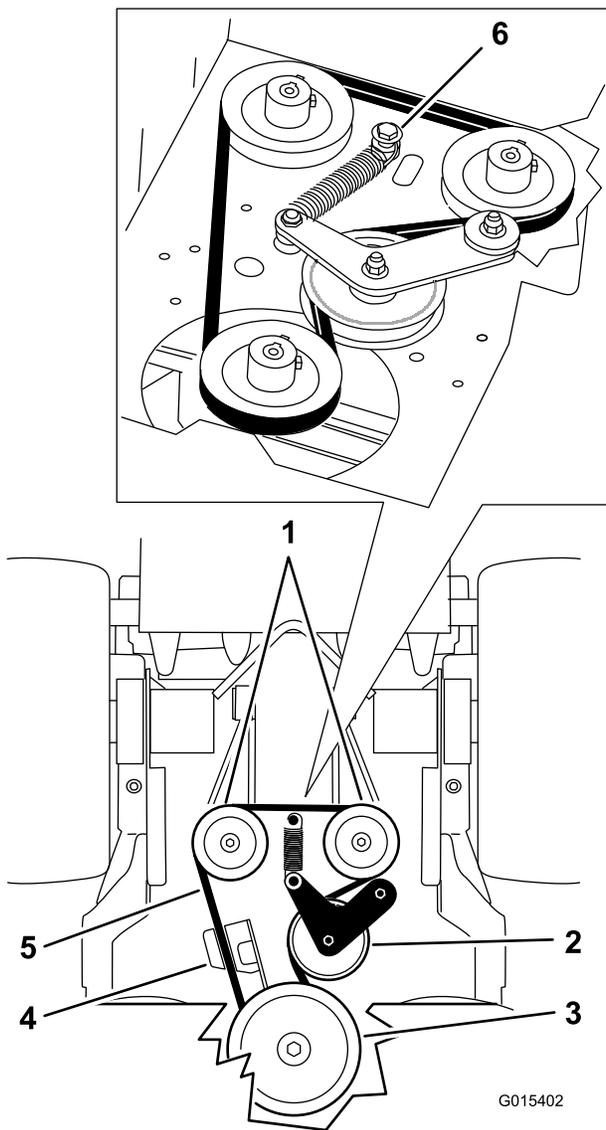

Figura 66
5. Retire el perno de cuello largo, la tuerca y la arandela (que están conectados al muelle) de la carcasa del motor (Figura 66).
6. Retire la correa de transmisión de la bomba (Figura 66).
8. Instale el muelle en el perno de cuello largo y la arandela, y conéctelo a la carcasa del motor con la tuerca (Figura 66).